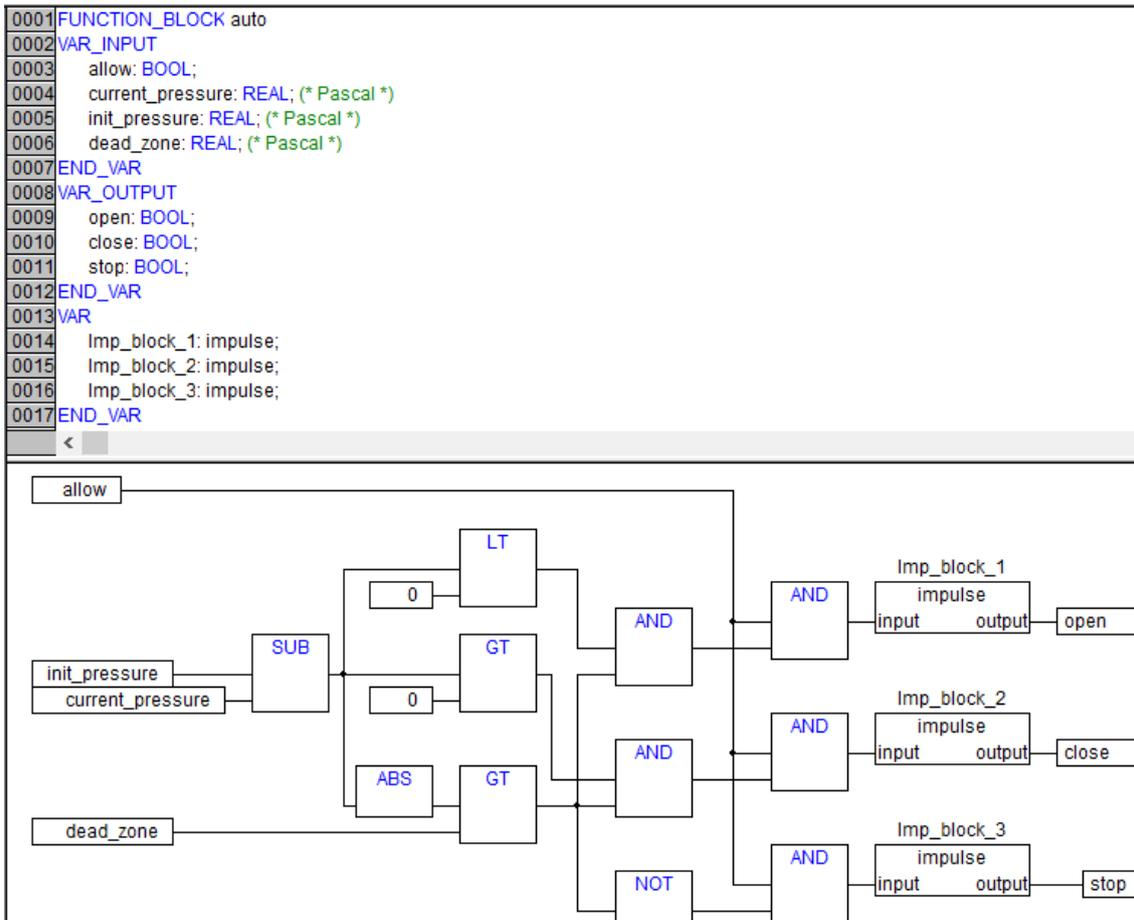

Рис. 28. Блок автоматического управления на языке CFC
7. Создайте функциональный блок автоматического управления. В первой системной вкладке, где список ROU, щёлкните правой клавишей мыши и в появившемся контекстном меню выберите команду «Добавить объект» (Add Object). В автоматически открывшемся диалоговом окне выберите тип объекта «Функциональный блок» (Function Block), задайте ему имя auto и язык CFC. Программный код блока показан на рис. 28.